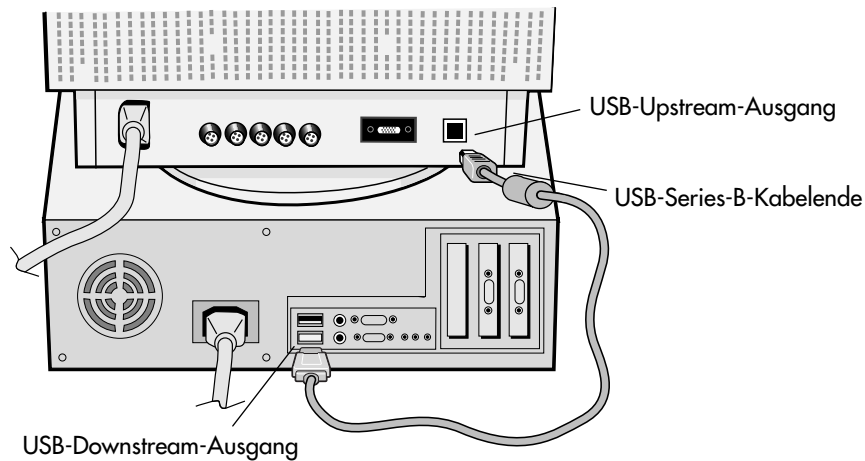

Abbildung 1
1. Verwenden Sie das mitgelieferte USB-Kabel, stecken Sie das USB-Series-B-Kabelende in den USB-Upstream-Ausgang des Monitors (**Abbildung 1**).
2. Stecken Sie das andere Ende des mitgelieferten Kabels in den USB-Downstream-Ausgang Ihres Computers (oder an ein am Computer befindliches USB-Hub) (**Abbildung 1**).